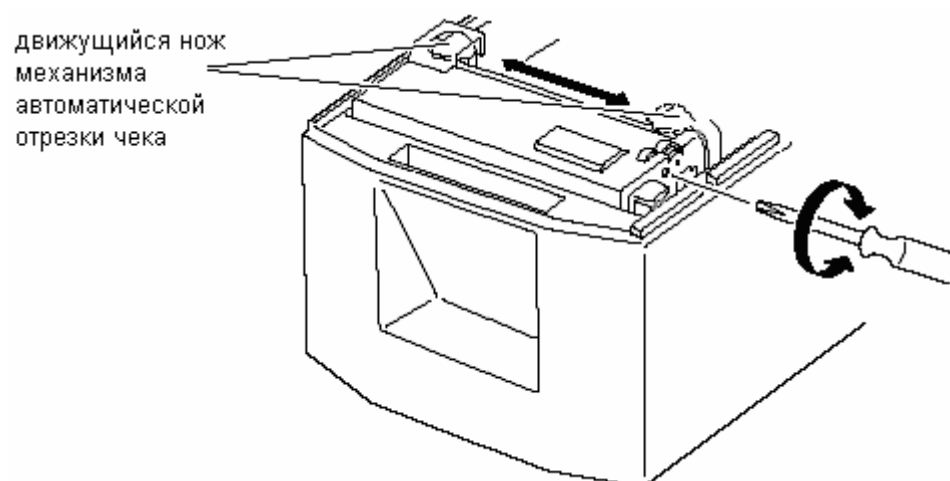

Рисунок 7.14 - Винт регулировки ножа автоматической отрезки чека
7.6.3.5 Если нож механизма автоматической отрезки слишком далеко выступает наружу из щели, верхняя крышка не может открыться. Попытки открыть верхнюю крышку с приложением дополнительного усилия могут привести к повреждению механизма автоматической отрезки чека. В этом случае, для того чтобы открыть верхнюю крышку, следует повернуть винт (Рисунок 7.14) с помощью отвертки крестовой и вернуть нож механизма автоматической отрезки в исходное положение.